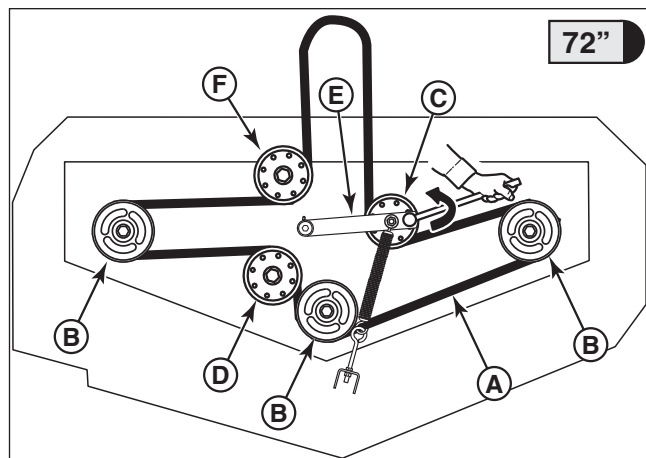

Figura 49. Direccionamiento de la banda del PTO de la podadora - Modelos de 72" (S/N: 2016950122 & Abajo)
3. Utilice una barra distribuidora de 1/2", coloque el extremo cuadrado en el orificio, también cuadrado, que se encuentra al final del brazo tensor (E, Figura 49). Gire cuidadosamente la barra **en sentido antihorario**; esto liberará la tensión en la banda, ejercida desde el brazo tensor.